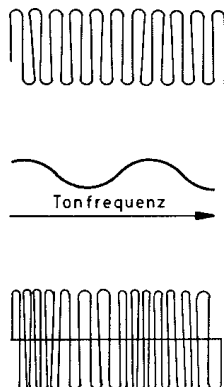

Abb. 172
Sender im UKW-Bereich wenden allerdings nicht die Amplituden-Modulation an, sondern die **Frequenz-Modulation (FM)**. Bei diesem Verfahren wird durch das NF-Signal nicht die Amplitude verändert, sondern im Rhythmus der Sprache oder Musik ändert sich die Frequenz des Trägersignals (Abb. 172). Die Demodulation dieses HF-Signals muß mit speziellen Gleichrichterschaltungen erfolgen, bei denen es darauf ankommt, Bauglieder mit frequenzabhängigen Widerständen zu verwenden. Das könnte im einfachsten Fall eine Spule sein, deren Widerstand sich mit der Frequenz ändert. Durch die Widerstandsänderung würde sich auch der Spannungsabfall an der Spule vergrößern oder verkleinern. Diese Spannungsänderungen könnten dann verstärkt werden. Allerdings ist bei diesem Verfahren die Qualität des empfangenen und verstärkten Signals nicht besonders gut.